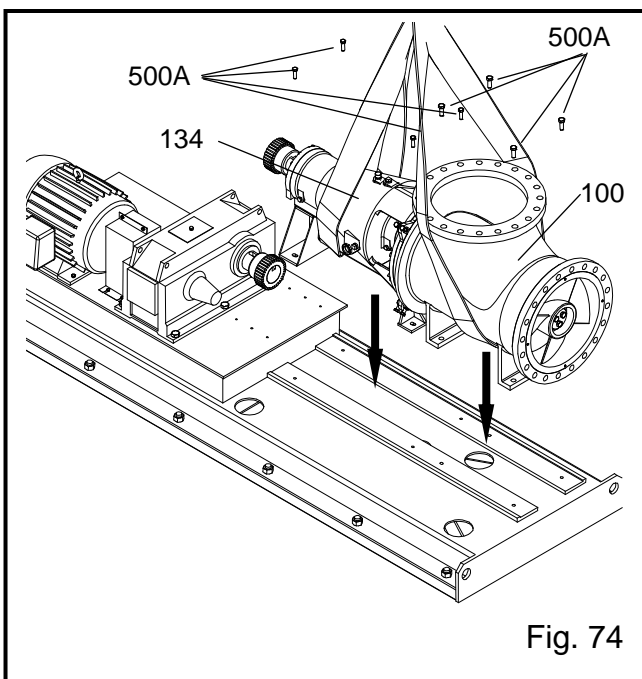

Fig. 74
socle secondaire et déposer les sangles ou chaînes de levage autour du boîtier de roulement (134) et du coude (100), voir Fig. 74.